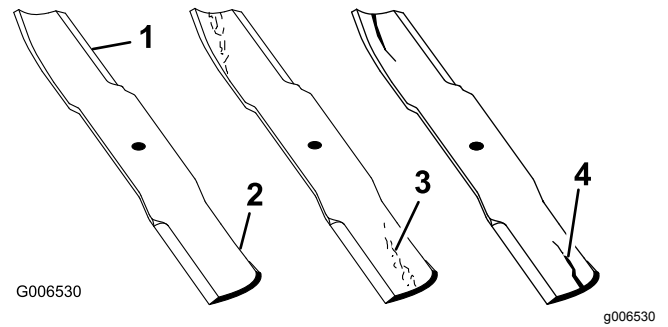

Figura 112
1. Controllate i taglienti (Figura 112).
4. Se notate incrinature, usura o scanalature in questa zona, montate immediatamente una nuova lama (Figura 112).